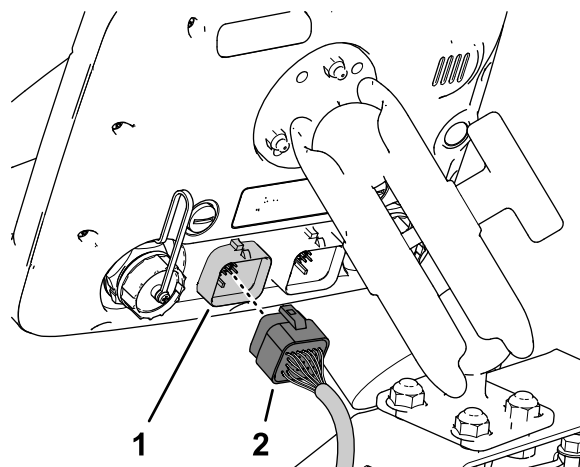

Figura 206
3. Allineate il connettore a 26 prese del cablaggio dati con il connettore a 26 pin del monitor dell'irroratrice e premete il connettore a prese nel connettore a pin fino a quando il fermo del connettore non scatta saldamente in posizione (**Figura 206**).